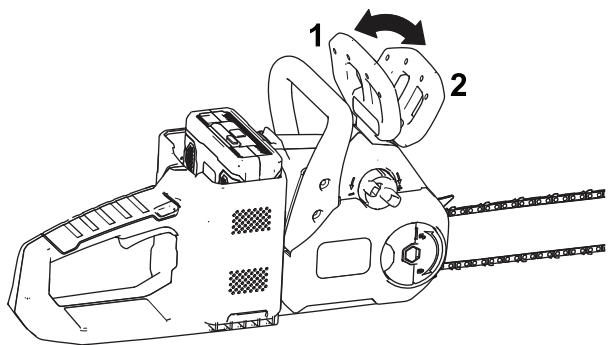

Figure 28
2. Engagez le frein de chaîne en l'actionnant vers avant, à la position d'ARRÊT (Figure 28).
4. Désengagez le frein de chaîne en l'actionnant vers l'arrière à la position MARCHÉ (Figure 28).
2. Dépliez la languette de l'écrou à oreilles et desserrez, mais ne retirez pas, l'écrou du couvercle (Figure 28).